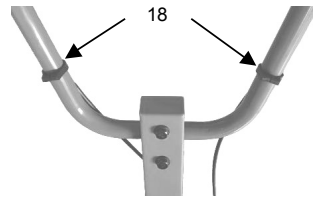

Figura 11
9. Fare riferimento alla figura 11 per installare il ferma cavo.